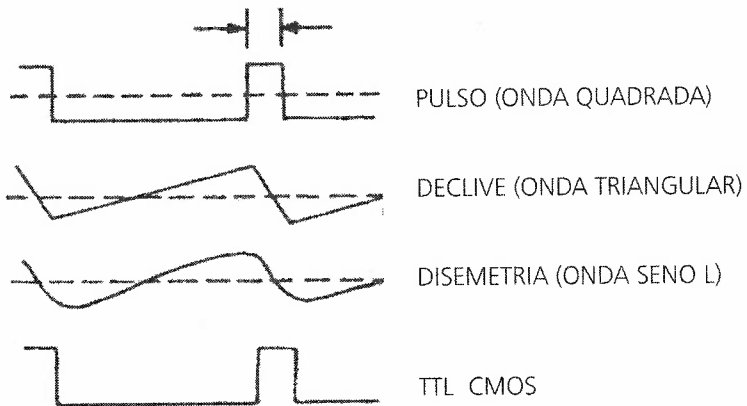

Figura 3
3. Gire para esquerda o botão DUTY, deixe o valor positivo a negativo ser 80: 20. Então o Quadrado pode ser mudado para Pulso, Triângulo para declive e seno para assimetria Seno. A figura 3 mostra as formas de onda pelo ajuste do botão DUTY.